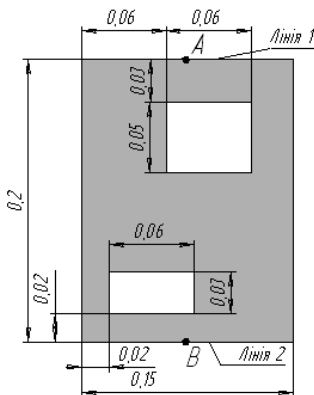

Рисунок 3.1 – Ескіз пластини з отворами
3.3. Будуємо модель пластини з прямокутними отворами (рис. 3.1).
3.8. Задаємо граничні умови до лінії 1 (див. рис.3.1) – кімнатну температуру (20°C), до лінії 2 – температуру 110°C.
- натисніть на лінію 1 (рис. 3.1), [OK]. У вікні, привласніть VAL1 і VAL2 значення 20, [OK].
3.10.2. Для одержання графіка температури на заданому шляху необхідно визначити шлях по прямій від точки А до точки В (рис. 3.1):
- виділяємо два вузли на протилежних сторонах конструкції (рис. 3.1), де точка А – початок шляху й В – його кінець, [OK]; у вікні ім'я шляху – NAME привласнюємо ім'я *TEMP*, [OK].